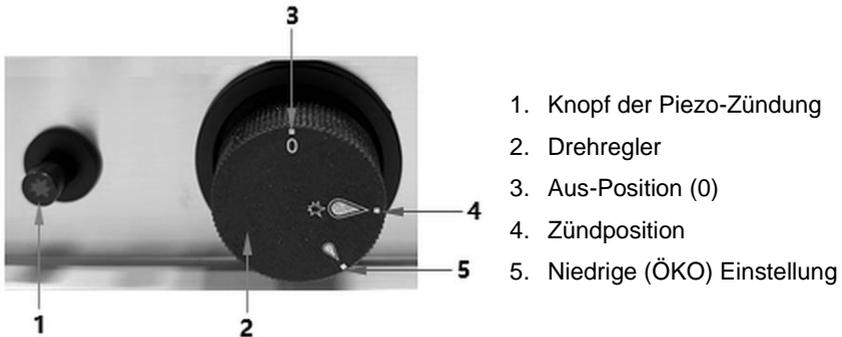

Abb. 5
1. Drehen Sie den Drehregler (2, Abb. 5) auf die Zündposition (4).
2. Drücken Sie den Drehregler (2) und halten Sie ihn.
3. Drücken Sie mehrmals den Knopf der Piezo-Zündung (1), bis der Hauptbrenner zündet.